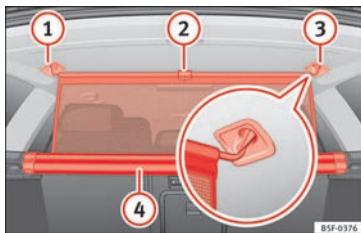

Fig. 165 I bagagerummet: montering af netskillevæg
- Træk tappen » **Fig. 165** ② opad for at tage netskillevæggen ud af huset ④.
- Hægt netskillevæggen fast i højre side ③ (udsnit).
- Hægt netskillevæggen fast i holderen i venstre side ① ved at trække i stangen